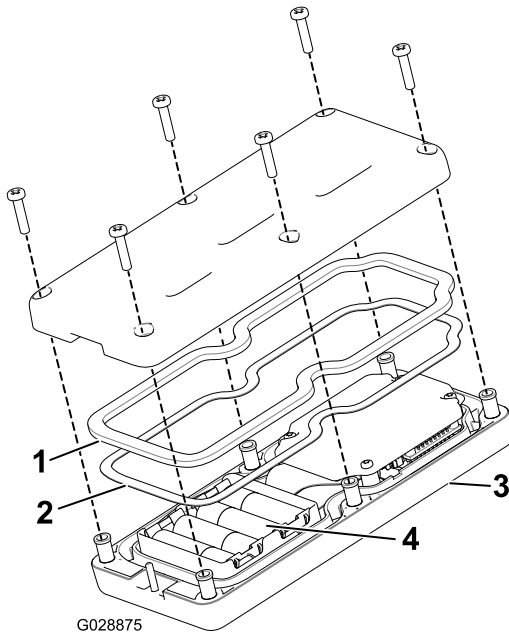

図 18
2. 電池を入れる 電池の向きに注意すること。電池を入れる箇所にはプラス・マイナスの表示がある 図 18。
3. スチール製のガスケットとゴム製のシールをハンドヘルドリモートの溝にきちんとはめ、バックカバーを取り付ける (図 18)。
4. ねじ6本を使ってカバーを固定し 図 18、各ねじを $1.5 - 1.7\text{N}\cdot\text{m}$ $0.15 - 0.17\text{ kg}\cdot\text{m}$ $= 13 - 15\text{ in}\cdot\text{lb}$ にトルク締めする。